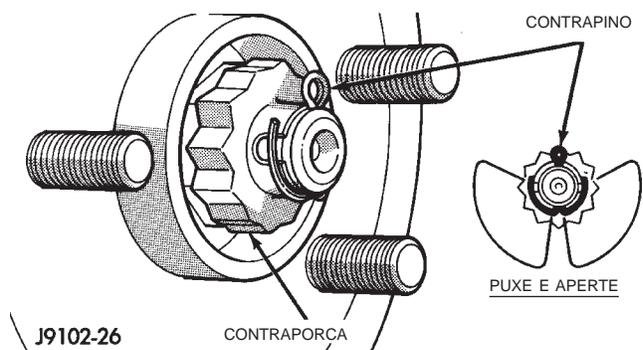

Fig. 5 Instalação do Contrapino
(1) Insira o eixo propulsor C/V curto na cavidade do rolamento do cubo da junção da direção.
(2) Fixe o flange da junta interna no flange do semi-eixo. Aperte os parafusos com um torque de 90 N·m (65 pés-lb).
(3) Limpe a cavidade do rolamento do cubo, as ranhuras do eixo propulsor do eixo e a superfície de contato do rolamento do cubo de todos os materiais estranhos. Aplique uma camada leve de graxa em todas as superfícies de contato.
(4) Instale o rolamento do cubo no eixo propulsor do eixo e na junta de direção.
(5) Instale os parafusos que prendem o rolamento do cubo na junta de direção. Aperte os parafusos com um torque de 166 N·m (123 pés-lb).
(6) Limpe todo material estranho nas roscas do eixo curto. Instale a porca do cubo e a arruela.
(7) Instale o sensor de velocidade da roda ABS, se assim equipado. Consulte o Grupo 5, "Freios", para obter os procedimentos corretos.
(8) Instale o calibrador e rotor do freio. Consulte o Grupo 5, "Freios", para obter os procedimentos corretos.
(9) Acione os freios e aperte a porca do cubo com um torque de 244 N·m (180 pés-lb).
(10) Instale a arruela de pressão, a contraporca e o contrapino no eixo curto (Fig. 5).